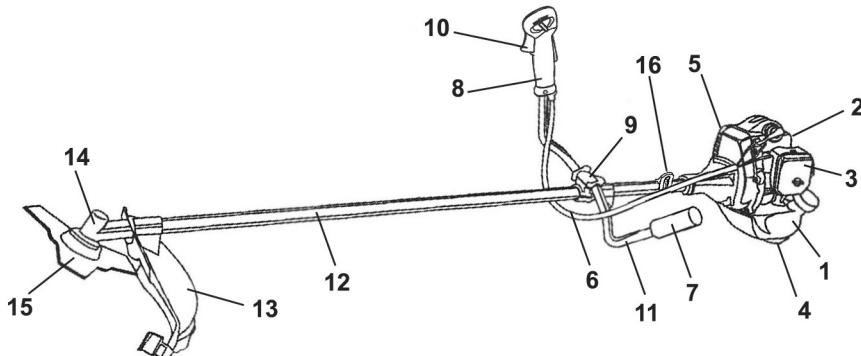

Рис.2. Расположение основных элементов бензотrimмера:
Основные элементы и части бензотrimмера представлены на рис. 2.
U-образная рукоятка (см. рис.2) состоит из двух частей: левой (7) и правой (8) ручек управления, которые прикреплены к штанге (12) с помощью соединительного кронштейна (9). Левая ручка служит для удержания бензотриммера левой рукой, а правая ручка — для удержания правой рукой и управлением работой бензотриммера.